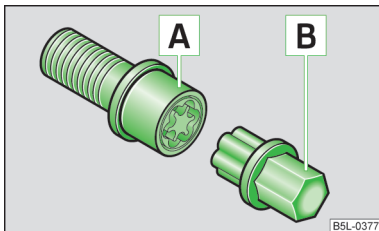

Fig. 113
Șuruburile de roată antifurt protejează roțile față de un furt. Aceste șuruburi pot fi slăbite, respectiv strnse cu ajutorul adaptorului **B** » fig. 113.
- Introduceți adaptorul **B** » fig. 113 cu partea dințată n coroana interioară dințată a șurubului de roată antifurt **A**.